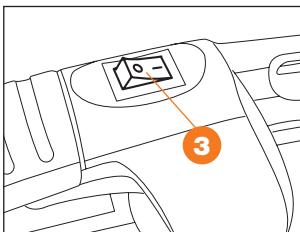

Рис. 16
- Включите клавишу зажигания **3** в положение «**II**» (Рис. 16).
- Нажмите кнопку включения зажигания **1** в положение «**0**» для остановки двигателя (Рис. 16).